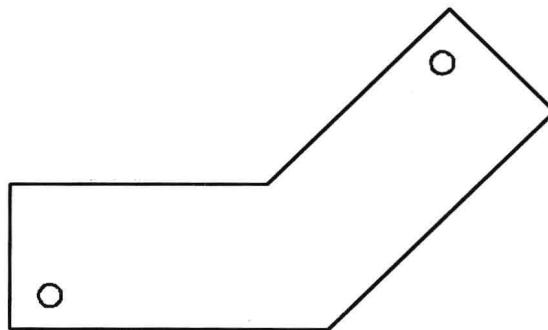

图 4-4-11
(1) 打开素材文件“4-4-5.dwg”，如图 4-4-11 所示。单击“常用”选项卡，在“修改”面板中单击“阵列”按钮 $\square\square$ ，或者选择菜单命令“修改 / 阵列”。